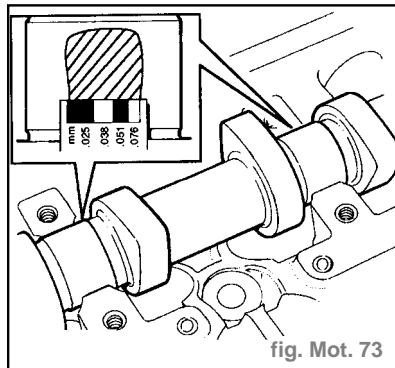

fig. Mot. 73
- Mesurer la partie la plus large du plastigage de chaque portée d'arbre à cames et en prendre note (fig. Mot. 73).